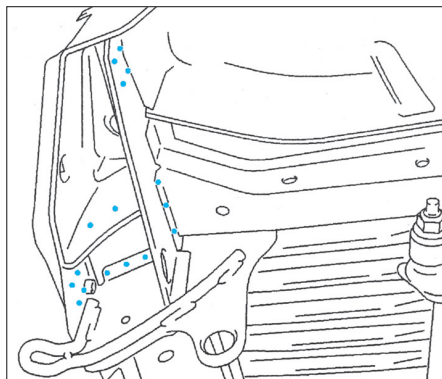

FIG. 136
- Souder par points électriques (Fig.136).